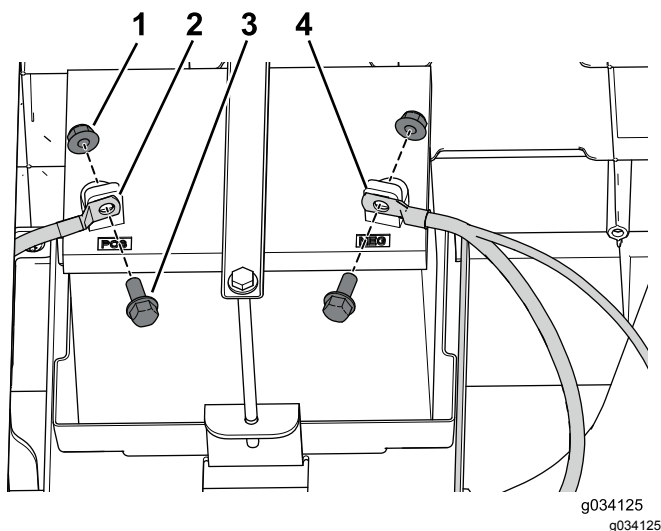

**Рисунок 9**
4. С помощью торцевого ключа T30 отверните 6 винтов с головкой Torx (M6,0 x 22 мм) с левой боковой панели и снимите боковую панель (Рисунок 9).